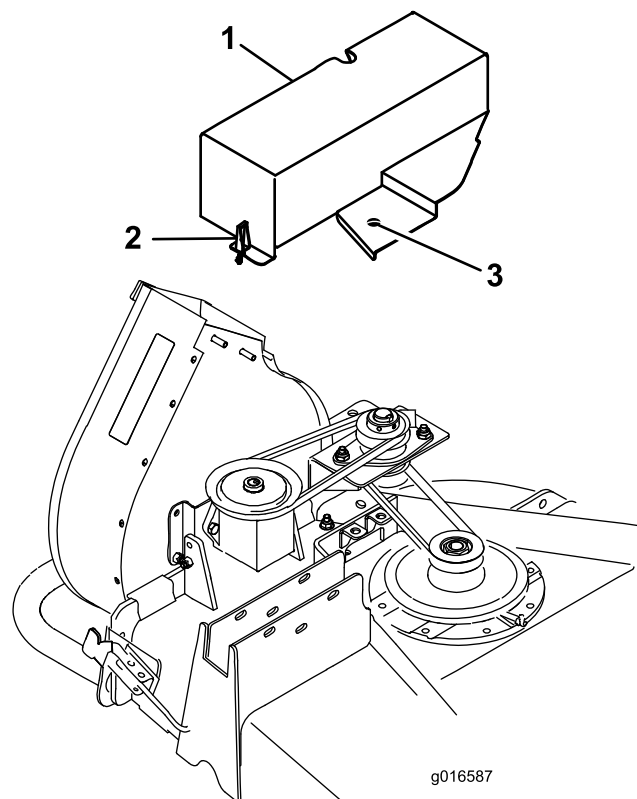

Figura 18
27. Montate il coperchio della cinghia e chiudete i fermi (Figura 18). Ruotate il fermo bloccato con 1/4 di giro per fissarlo.